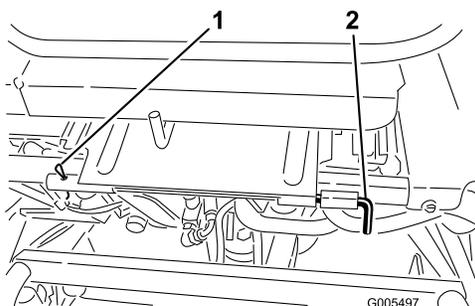

図 34
3. 座席を降ろし、回転軸を固定しているコッターピンを抜き取る 図 34。